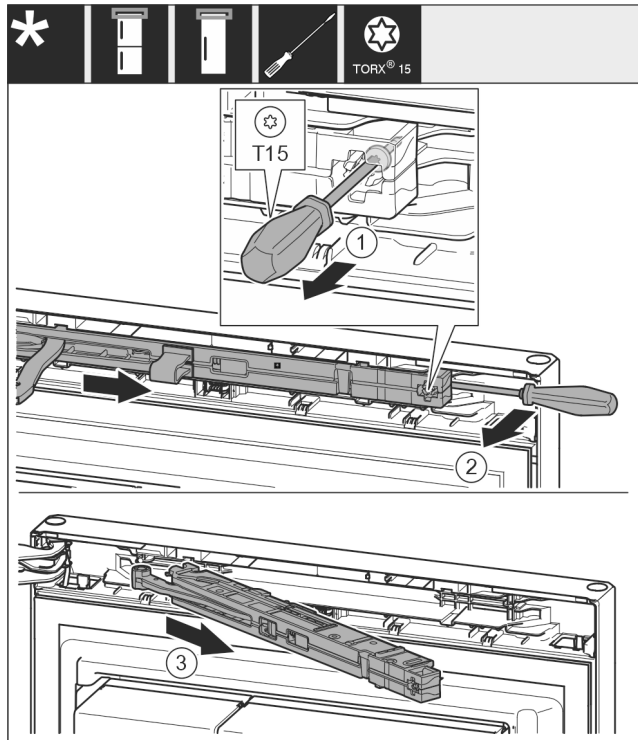

Fig. 8
- Skrutkovačom T15 uvoľnite skrutku na jednotke tlmíča uzatvárania cca 14 mm. Fig. 8 (1)
- Skrutkovač zasunúť na stranu držiadla za jednotku tlmíča uzatvárania a otočte jednotku dopredu. Fig. 8 (2)
- Vytiahnite jednotku tlmíča uzatvárania. Fig. 8 (3)